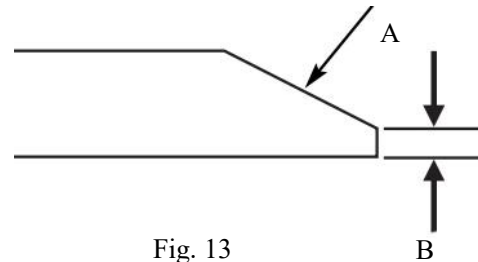

Fig. 13
- Mantenete l'inclinazione originale (A, Fig. 13) durante l'affilatura. NON modificare l'inclinazione della lama del tosaerba.
- La lama deve avere un tagliente massimo di 0,40 mm (1/64") (B, Fig. 13) o inferiore.